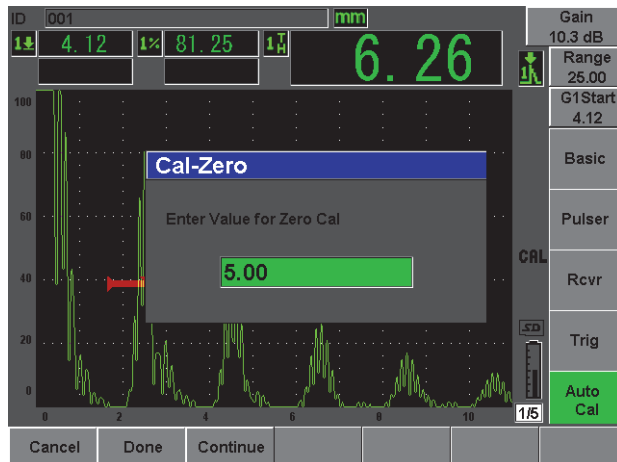

Figura 2-14 Valor de la calibración del cero
6. Pulse **Cal-Zero** (calibración del cero) [véase la Figura 2-14 en la página 51].